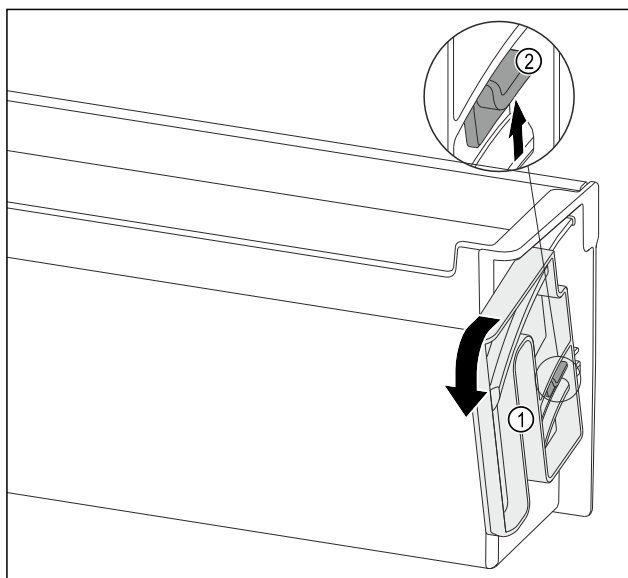

Fig. 124
- Dreheinheit Fig. 124 (1) in die angegebene Richtung bis zum Anschlag drehen.
- Lasche Fig. 124 (2) nach oben drücken und Dreheinheit Fig. 124 (1) entnehmen.